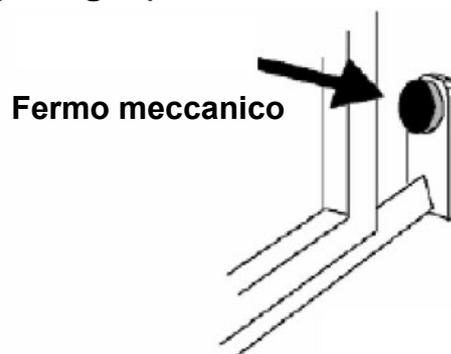

Fig. 2
- Prima di procedere al montaggio dell'automatismo, si verifichi che il cancello sia perfettamente funzionante, Inoltre, è opportuno verificare che la guida di scorrimento a terra (**V. Fig. 1**) non presenti malformazioni, che sia perfettamente a livello e che sia presente il fermo meccanico in apertura (**V. Fig. 2**) al fine di evitare che il cancello esca fuori dalle guide superiori (**V. Fig. 3**)